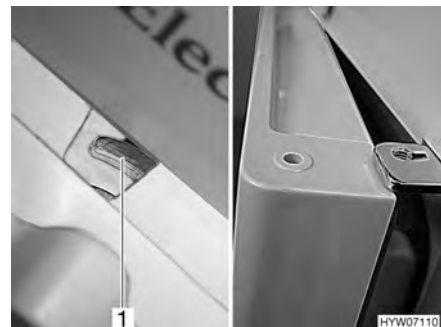

Fig. 147 Porta del frigorifero/del vano congelatore in posizione di ricircolo d'aria (serie Dometic 7 con vano congelatore separato)
- Spostare il dispositivo di bloccaggio completamente verso destra. La porta del frigorifero/porta del vano congelatore è bloccata con l'ausilio dell'arresto della porta (Fig. 147,1). In questo modo la porta del frigorifero/porta del vano congelatore rimane ferma in posizione socchiusa (Fig. 147).